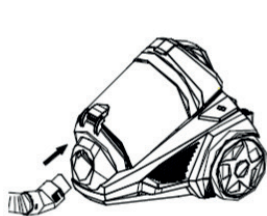

рис. 1
- Зафиксируйте гибкий шланг на корпусе пылесоса, до щелчка (Рис. 1)